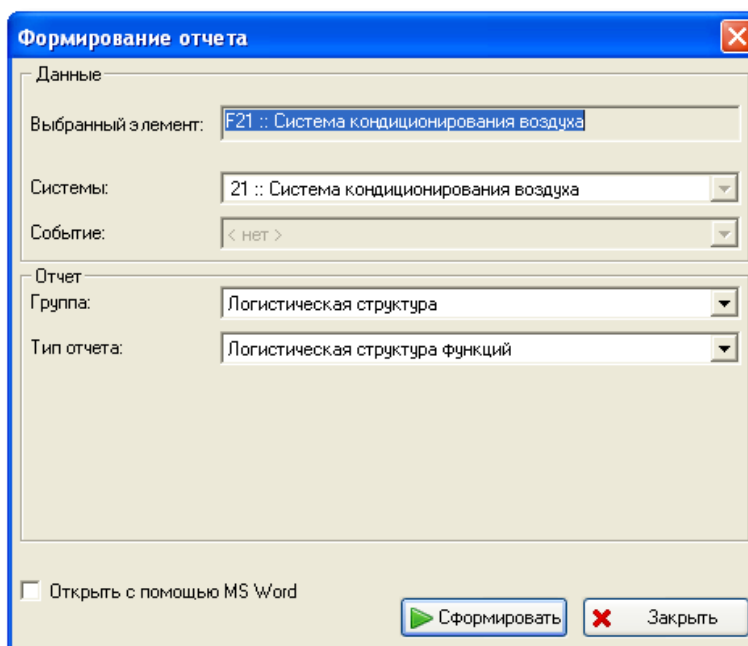

Рис. 6-57
3. В появившемся окне **Формирование отчета** задайте параметры (рис. 6-57):